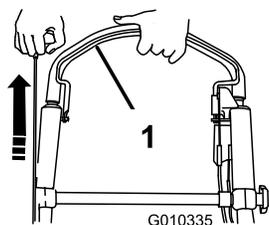

図 24
3. ブレードコントロールバーをハンドルに寄せ、スタータロープを引く 図 24。